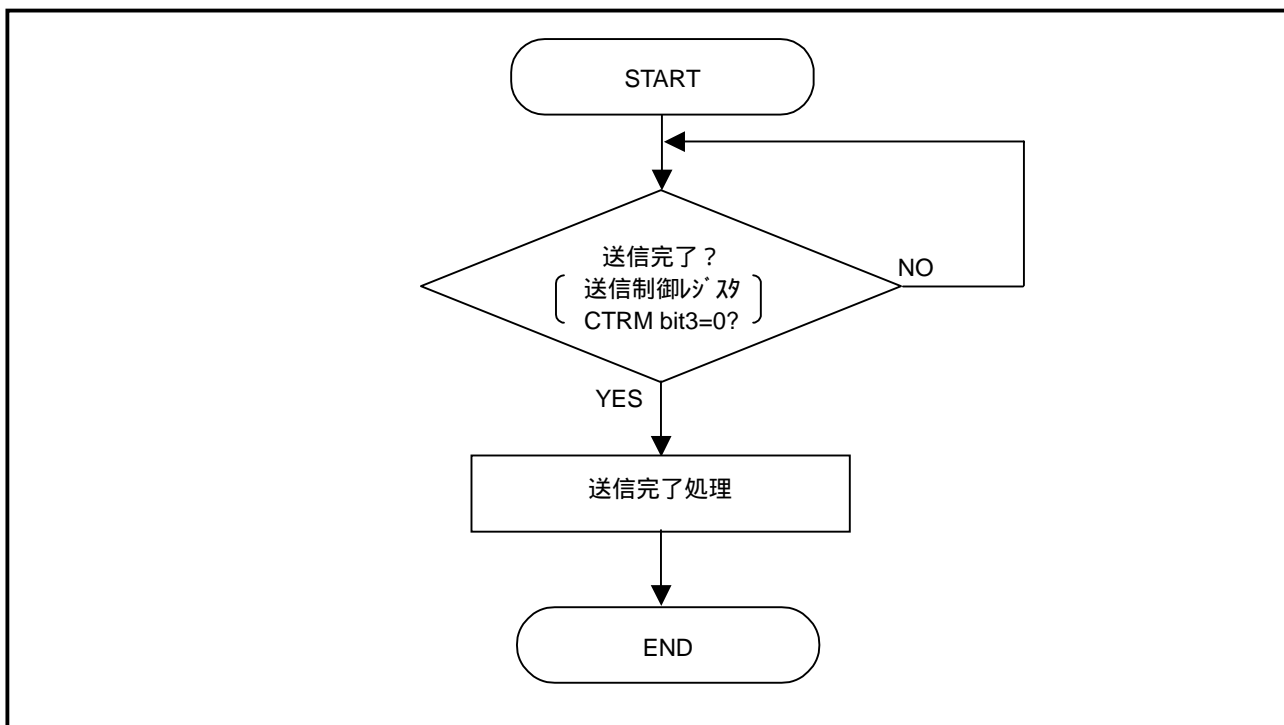

図 8 送信完了確認手順 1(ポーリングを使用する場合)
- (1) ポーリングを使用する場合 (図 8参照)
ポーリングを使用する場合の送信完了確認手順を図 8に示します。